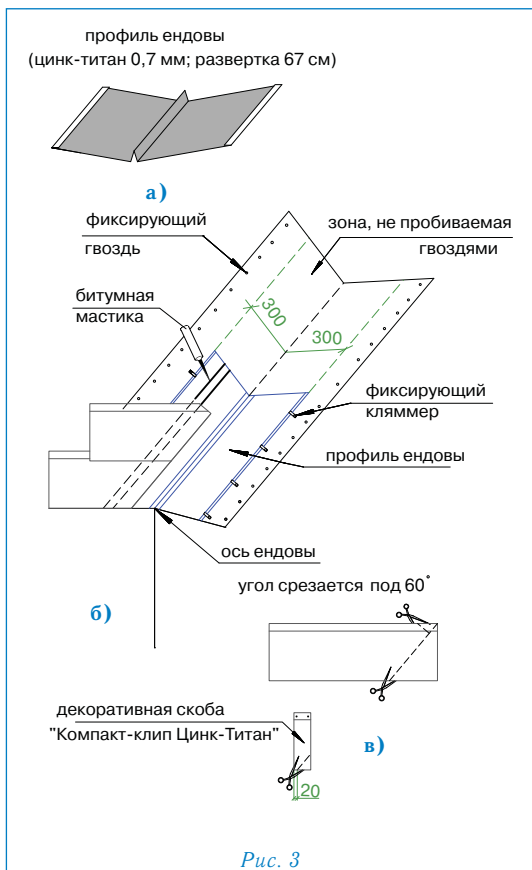

Рис. 3
Ендова (рис. 3)
- ровно по центру ендовы устанавливается профиль ендовы (цинк-титан 0,7 мм, развертка 67 см) (рис. 3а);
Внимание: 1. Необходимо также подрезать верхний уголок обрезанного края листа (см. рис. 3в) для правильного стока воды.
4. В случае, если скоба «Компакт-клип Цинк-Титан» приходится на место обрезки листа, можно либо обрезать накладку, оставив минимум 2 см в нижней части (рис. 3в), либо произвести укладку листов без использования накладки.